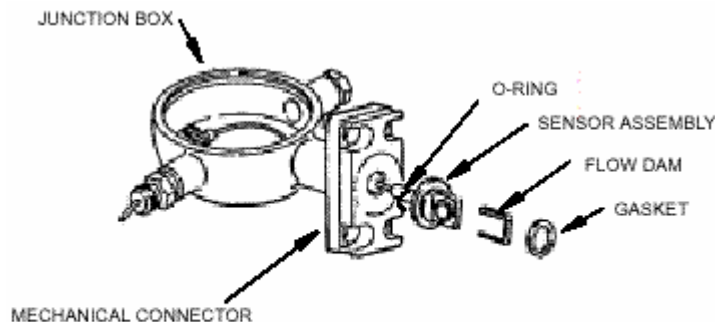

Figura 27. Sensor/Conector Mecánico/Caja de Conexiones.
4. Deslice el sensor hacia afuera del conector mecánico como se muestra en la figura 27.